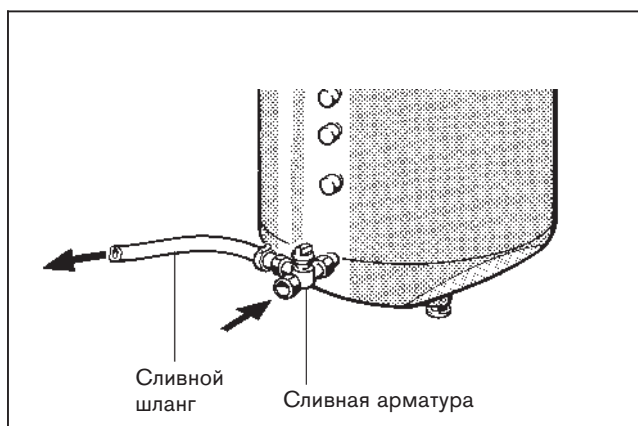

Рис. 7
- Произвести монтаж сливной арматуры у входного отверстия холодной воды EK (рис. 7).